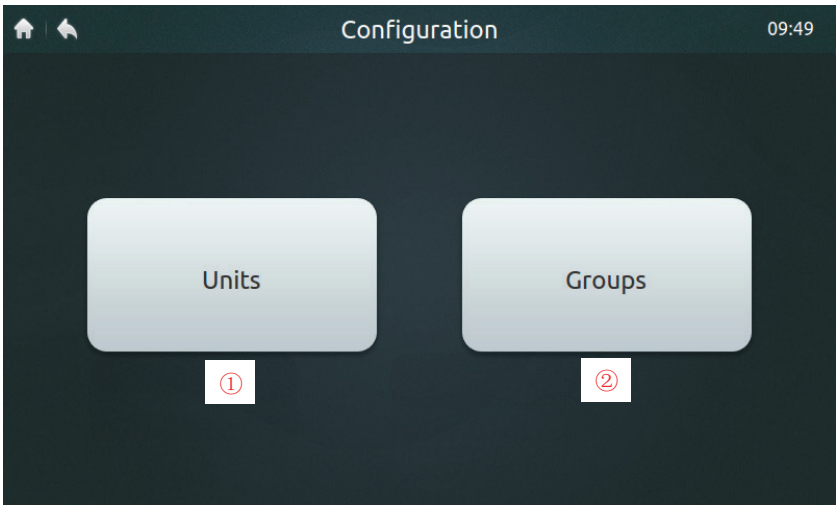
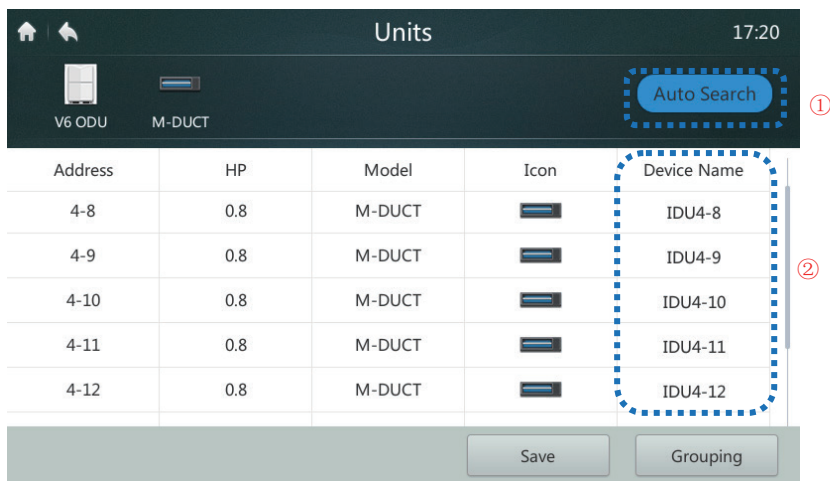
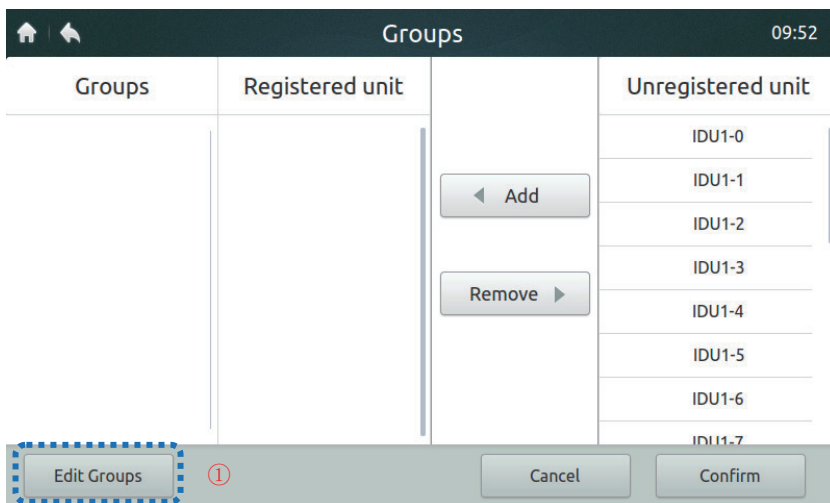
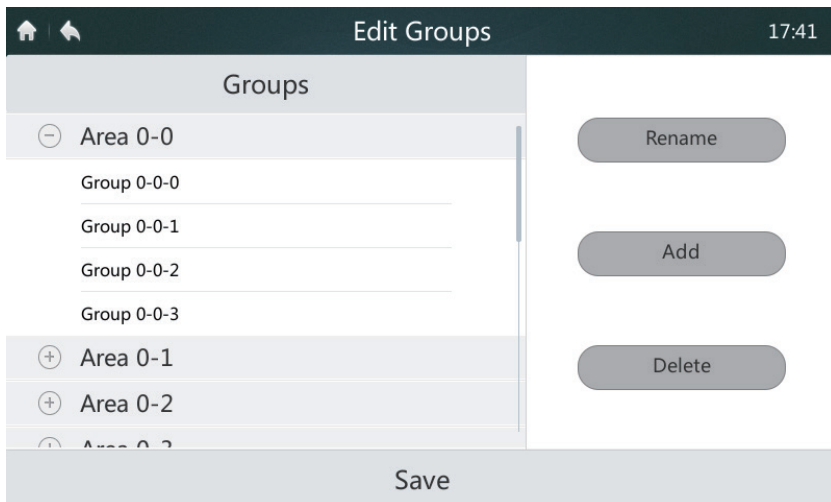

Figura 35 Página inicial da interface de instalação
Figura 36 Página de instalação do dispositivo
Figura 38 Página inicial 1 da página de visualização em grupo
Figura 39 Editando um grupo
1. Toque no botão “Units” (Unidades), como mostrado na Figura 35, para acessar a interface, como mostrado na Figura 36.
2. Toque no botão “Auto Search” (Pesquisa automática) marcado com “1” na Figura 36. O dispositivo conectado será exibido na interface. A tabela exibe a HP da IDU, o tipo de IDU (o tipo correto pode ser exibido corretamente apenas para IDUs de segunda geração. Outros tipos são IDUs de primeira geração), o ícone do tipo (o tipo correto pode ser exibido corretamente apenas para IDUs de segunda geração. O ícone de cassete de 4 vias é exibido para outras unidades) e nome do dispositivo.
3. O nome padrão do dispositivo é “IDU + endereço de rede da ODU-endereço da IDU”. O usuário pode renomear um dispositivo. Toque na área marcada com “2” na Figura 36 para exibir o teclado de entrada na seção inferior da tela, como mostrado abaixo. Edite o nome do dispositivo do endereço correspondente e toque em “Confirm” (Confirmar).
1. Toque no botão “Groups” (Grupos) marcado com “2” na Figura 35 para acessar a página de visualização de grupo, como mostrado na Figura 38. A Figura 38 exibe a interface em que nenhum grupo foi criado.
2. Primeiramente, crie um grupo. Toque no botão **"Edit Groups (Editar grupos)"** marcado com "1" na Figura 38 para acessar a interface mostrada na Figura 39.
3. Os grupos podem ser classificados em dois níveis (por exemplo, nível 1 - Área; nível 2 - Grupo). Até 10 grupos podem ser criados no nível 1. Até 5 grupos podem ser criados no nível 2. Toque no botão **"Add" (Adicionar)**, como mostrado na Figura 38, para adicionar o grupo de primeiro nível por padrão. Toque para selecionar a Área do primeiro nível. Toque no botão **"Add" (Adicionar)** para adicionar o grupo de segundo nível. Para excluir um grupo, selecione o grupo e toque em **"Delete" (Excluir)**.
4. Selecione um grupo e toque em **"Rename" (Renomear)**, como mostrado na Figura 39, para editar o nome do grupo selecionado.
5. Toque no botão **"Save" (Salvar)**, como mostrado na seção inferior da Figura 39, para salvar a informação editada.